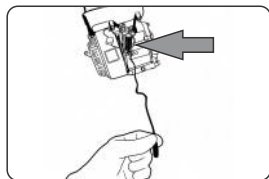

Рис. 16
- Откройте черный изолятор и вытащите оставшуюся часть провода, далее их нужно соединить, провод на двигателе пропускается под баком, и выходит между глушителем и воздушным фильтром. Далее соединяем с кнопкой руля. (рис. 16)